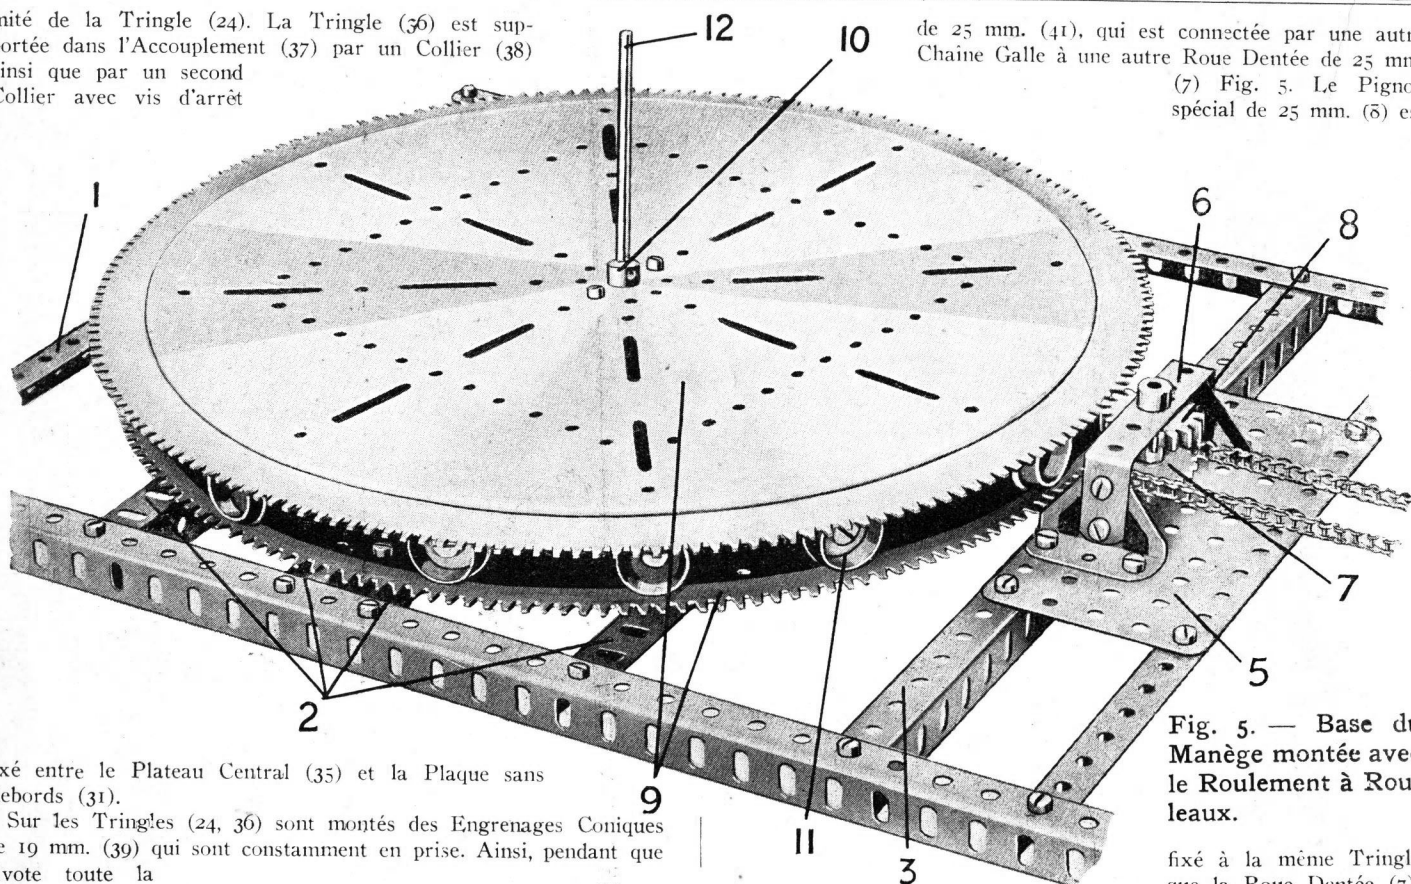

Fig. 5. — Base du Manège montée avec le Roulement à Rouleaux.
La base du manège (Fig. 5) est constituée par deux Cornières de 49 trous, réunies par sept Cornières de 25 trous 1, 2, 3, 4. Une Plaque de 14 x 6 cm. (5) boulonnée aux Cornières (3) porte deux Embases Triangulées Coudées, réunies par une Bande Courbée de 60 x 25 mm. (6), qui avec la Plaque (5) constitue des supports pour une courte Tringle portant une Roue Dentée de 25 mm. (7) et une Roue à denture spéciale.
Le Roulement à Rouleaux (Fig. 5)
On peut se procurer le grand Roulement à Rouleaux sur lequel pivote toute la superstructure comme pièce détachée (pièce N° 167). Ce Roulement à Rouleaux peut être utilisé dans différents modèles et comprend deux chemins de roulements avec denture (9) à la Fig. 5) ayant chacun près de 30 cm. de diamètre, un anneau porteur de rouleaux, seize roues à boudin de 19 mm. 11, seize boulons pivots avec écrous, et un pignon d'attaque spécial. Les petites roues à boudin pénètrent dans les boulons pivots, qui sont fixés sur la périphérie extérieure de l'anneau porteur de rouleaux, et ce dernier est inséré entre les deux chemins de roulement pour que les roues à boudin puissent rouler librement sur un épaulement près de l'extrémité du chemin de roulement inférieur (9), qui est boulonné aux cornières 2, tandis que le chemin de roulement supérieur, par un épaulement semblable, qui repose sur les roues à boudin de 19 mm., tourne librement autour de la tringle 12. De cette façon, les frictions sont réduites au minimum, puisque aucune pièce de roulement ne vient frotter directement contre une autre. La Tringle (12) est fixée solidement dans la bosse d'une Roue Barillet, qui est boulonnée, au chemin de roulement inférieur (9) et pénètre au travers une autre
de 25 mm. (41), qui est connectée par une autre Chaîne Galle à une autre Roue Dentée de 25 mm. (7) Fig. 5. Le Pignon spécial de 25 mm. (8) est